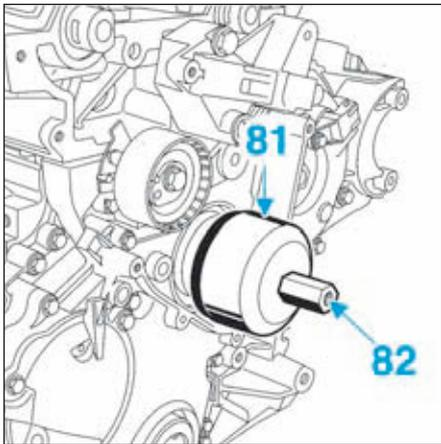

FIG.86
- Mettre en place la cloche (81) de l'outil [11]. Placer le taraudage de l'écrou (82) vers l'extérieur du moteur (Fig.86).